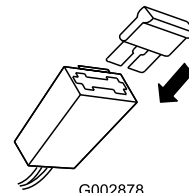

Bild 9
2. Setzen Sie die Sicherung in den Sicherungshalter ein (Bild 9).